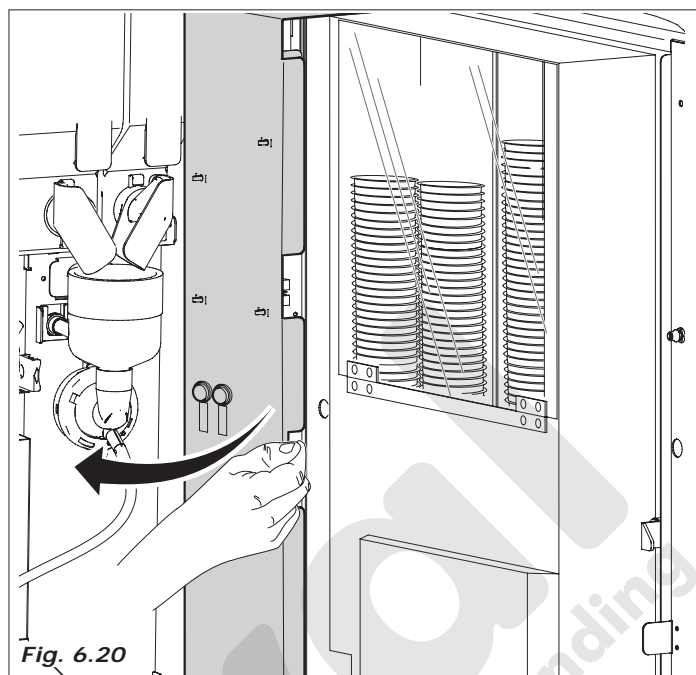

Fig. 6.20
- abrir la puerta de protección de la placa y el monedero (Fig.6.20)